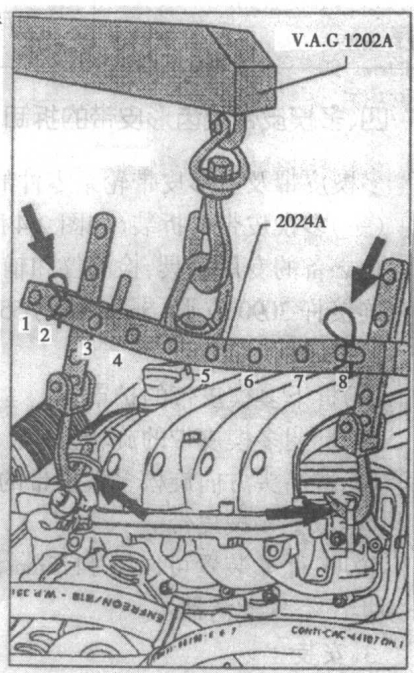

图 2-3 装上支承架
(27)如图 2-3 所示,把支承架 10—222A 装上。
(29)如图 2-3 所示,用吊车和吊具 2024A 轻轻抬起发动机。